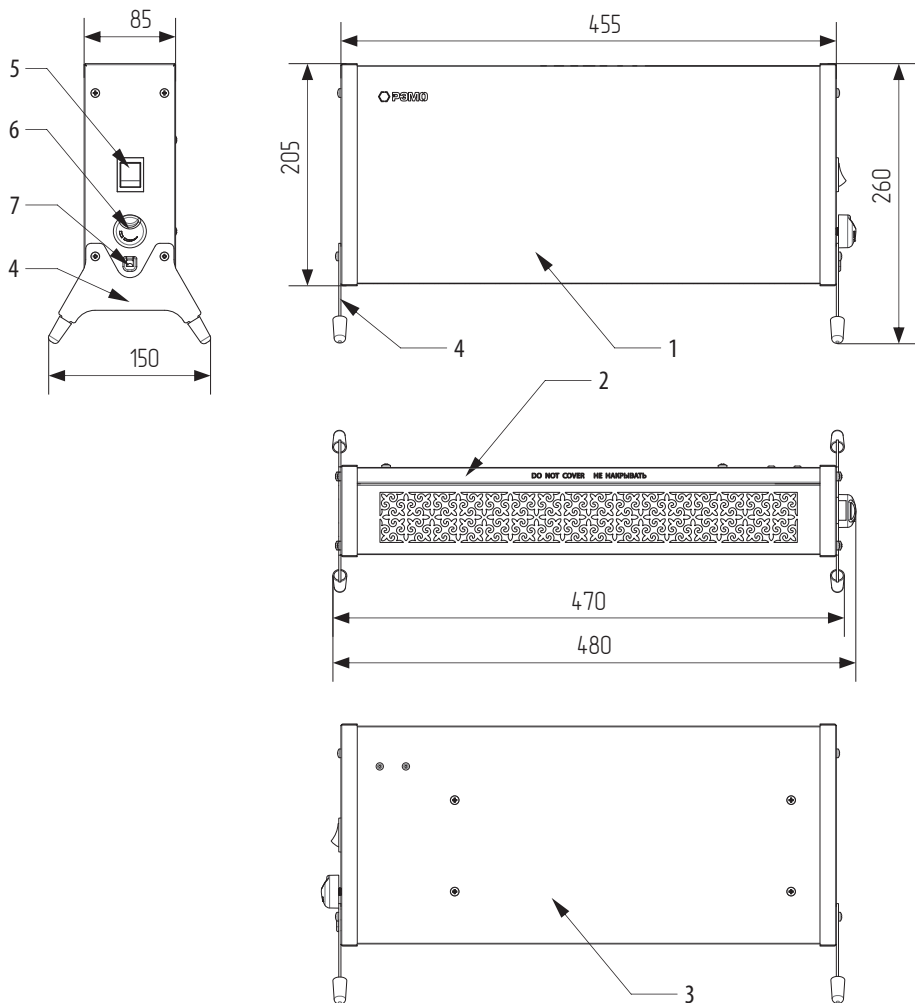

Рисунок 1. Габаритный чертёж и элементы конструкции электрического обогревателя.
- 5.1. Конвектор (см. рис. 1) представляет собой металлический корпус, состоящий из передней панели 1 и задней панели 3, внутри которого на шасси расположен электронагревательный элемент (на чертеже не показан). На корпус устанавливаются опоры 4. На боковой поверхности корпуса расположены рокерный переключатель (клавишный выключатель) с подсветкой 5 и ручка термостата 6.